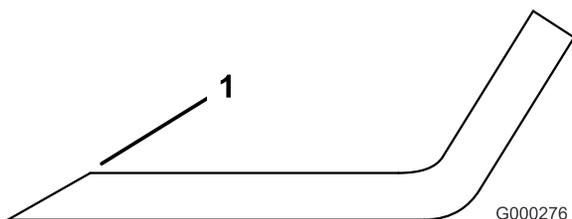

Figure 97
1. Au moyen d'une lime, affûtez les tranchants aux deux extrémités de la lame (Figure 97). Veillez à conserver l'angle de coupe d'origine. Limez la même quantité de métal sur chacun des deux tranchants pour ne pas déséquilibrer la lame.